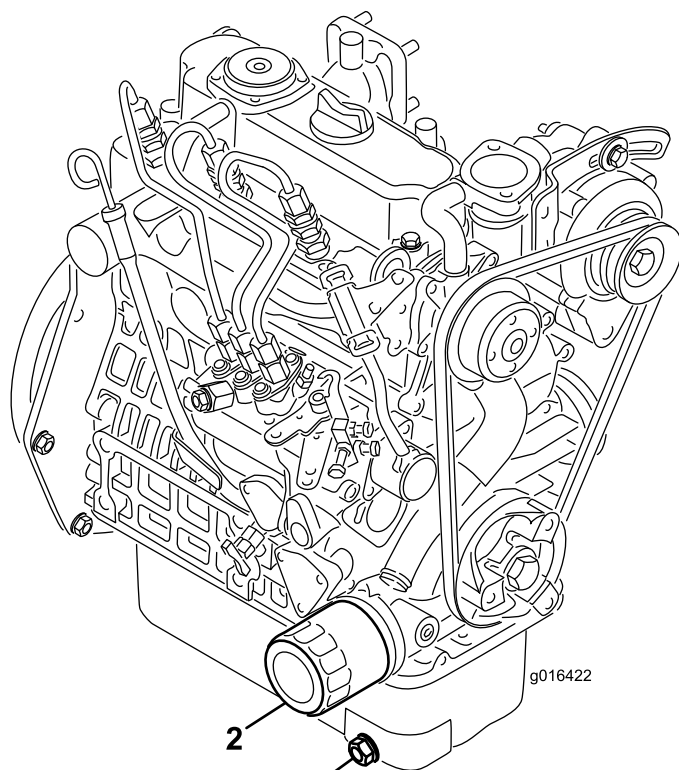

图34
1. 拆下排油塞图34让油流入放油盘。油不再流时安装排油塞。